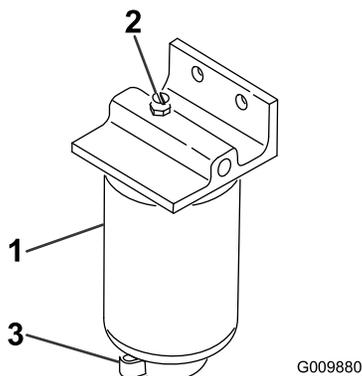

図 58
2. フィルタ容器 図 58 下部のドレンプラグをゆるめて水や異物を流し出す。
1. フィルタ容器(図 58)の周辺をウェスできれいにぬぐう。